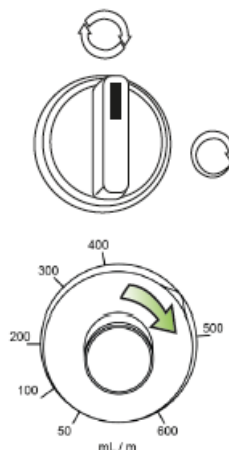

Figura 8-1: Ajuste de la válvula de control de flujo
1. Calcule la dosis de NO según la tasa de flujo de O₂ prevista utilizando la guía en pantalla (consulte la sección 8.3.1), las tablas de referencia (consulte la sección 8.3.2 y el Apéndice A) o las ruedas de dosificación de referencia (consulte la sección 8.3.3), y gire la válvula de control de flujo al valor deseado (consulte la Figura 8-1).